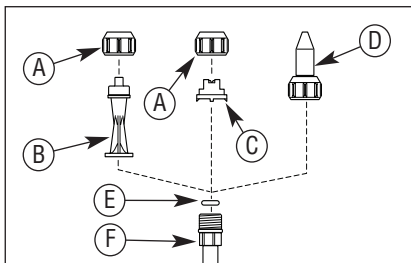

Figure 4. Installer le gicleur
2. Installez le gicleur et l'écrou de chape (pour les gicleurs à bec plat et moussant seulement) sur le bout de l'extension et serrez l'écrou solidement. Voir la Figure 4.